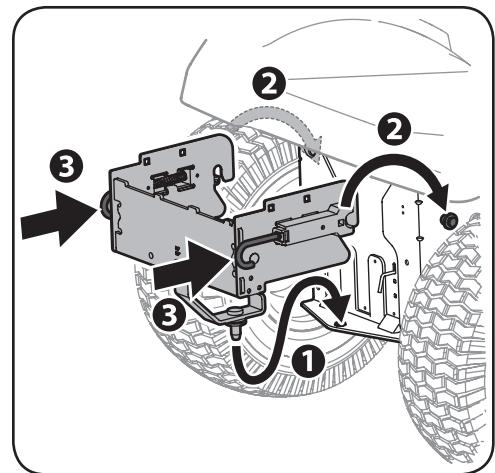

Figura 2-5
3. Deslice la chaveta ubicada en la parte inferior de la unidad de la ménsula de soporte hacia el interior del adaptador de enganche ubicado en la parte trasera del chasis de la cortadora de césped inclinándola levemente. Consulte 1 en la Figura 2-5.
4. Mueva la unidad de la ménsula de enganche hacia adelante sobre los pernos con reborde ubicados en los laterales del chasis de la cortadora de césped. Consulte 2 en la Figura 2-5.
5. Libere las chavetas en J ubicadas en la parte trasera de la unidad de la ménsula. Consulte 3 en la Figura 2-5.